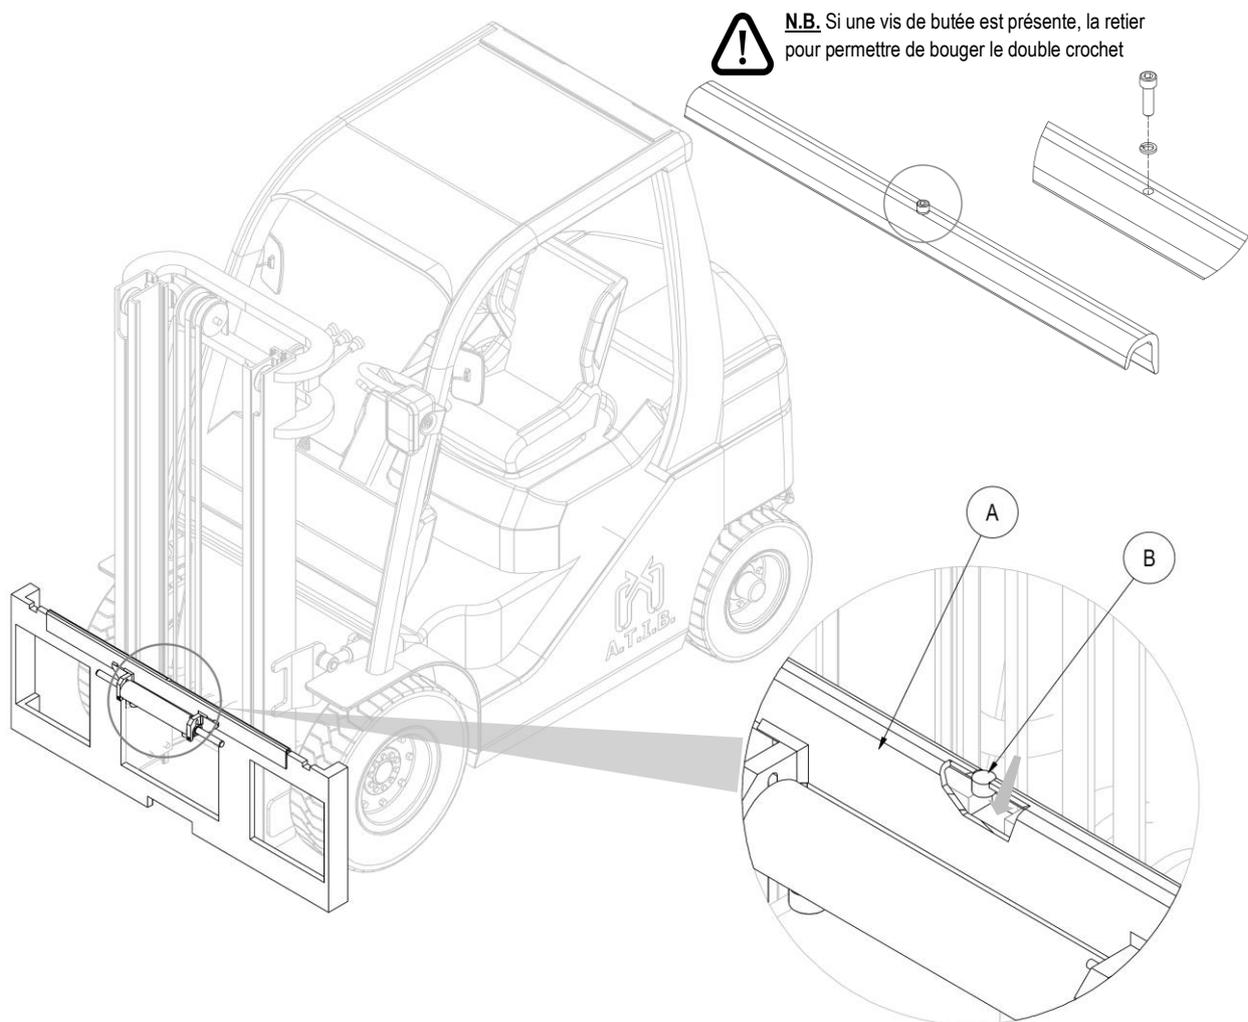

Figure 2
4. Prendre le crochet double **A** (avec le vérin correspondant) et le positionner sur le profil supérieur du tablier porte-fourches, en prenant soin d'insérer la goupille de centrage **B** dans l'encoche centrale de celle-ci (voir Figure 2).